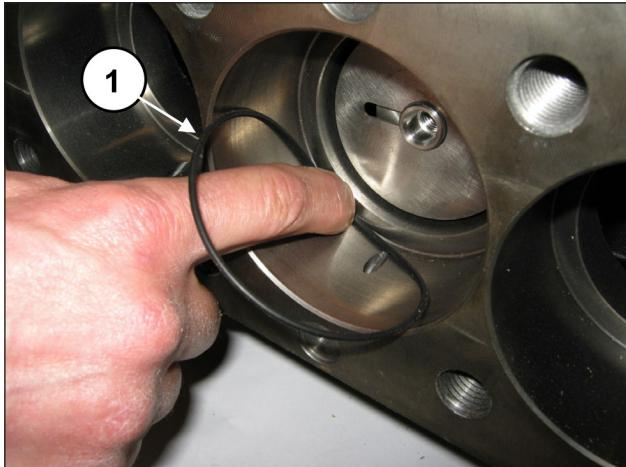

Fig. 154
Déposer le joint torique de fond, du support des joints (rep. ①, Fig. 154).